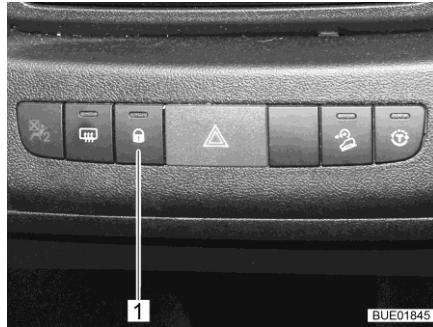

Fig. 69 Interrupteur du verrouillage centralisé
- Appuyer sur la touche (Fig. 69,1). Les serrures de porte sont déverrouillées.
- Appuyer sur la touche (Fig. 69,1). Les serrures de porte sont verrouillées. Le voyant de contrôle à l'intérieur de la touche est allumé.